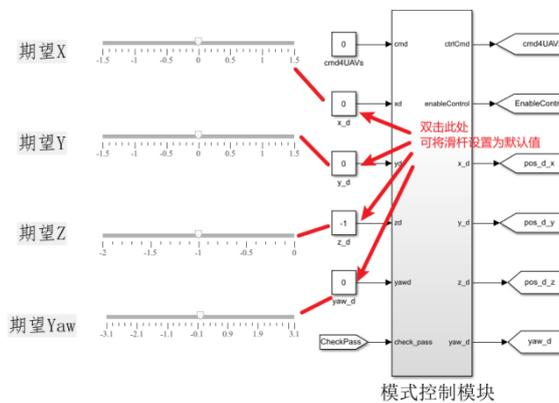

图 19 确保控制飞机位置和偏航的滑杆在默认位置
(3) 运行程序前确保控制飞机位置和偏航的滑杆在默认位置处。如图 19 所示，是同时控制两架飞机的滑杆及其关联的模块。控制飞机的控制量包含期望 X、期望 Y、期望 Z 和期望 Yaw。期望 X、期望 Y、期望 Yaw 的默认值为 0，期望 Z 的默认值为-1。通过双击滑杆关联的常量可以将期望 X、期望 Y、期望 Z 和期望 Yaw 设置为默认值。